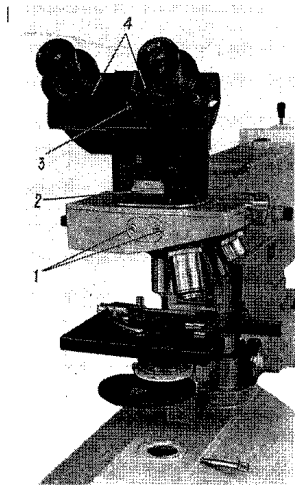

Рис. 18
освещении снизу. Чтобы установить стекло на корпус микроскопа, следует ввинтить винты 5 в отверстия 1 (рис. 18).
Бинокулярная насадка АУ-26 показана на рис. 18. Бинокулярная насадка имеет собственное сменное увеличение 1,1; 1,6; 2,5, а также специальную систему «ФК» для рассматривания выходного зрачка объектива. Требуемое увеличение бинокулярной насадки устанавливается вращением диска 2 за накатанную часть. Диск имеет четыре фиксированных положения: «1,1^x», «1,6^x», «2,5^x» и «ФК».
8.1.19. При работе с бинокулярной насадкой включить поворотом диска **2** (см. рис. 18) в рабочее положение одну из трех линз насадки с необходимым увеличением.